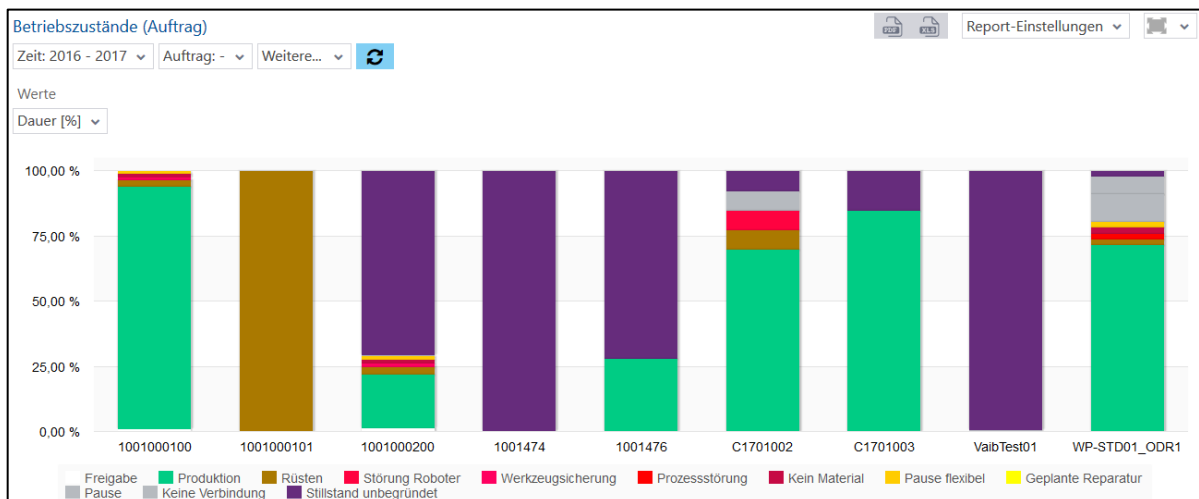

Bild 77: Betriebszustandsreport (Auftrag) als Säulendiagramm
- Betriebszustandsreport (Auftrag) als Säulendiagramm (Bild 77):